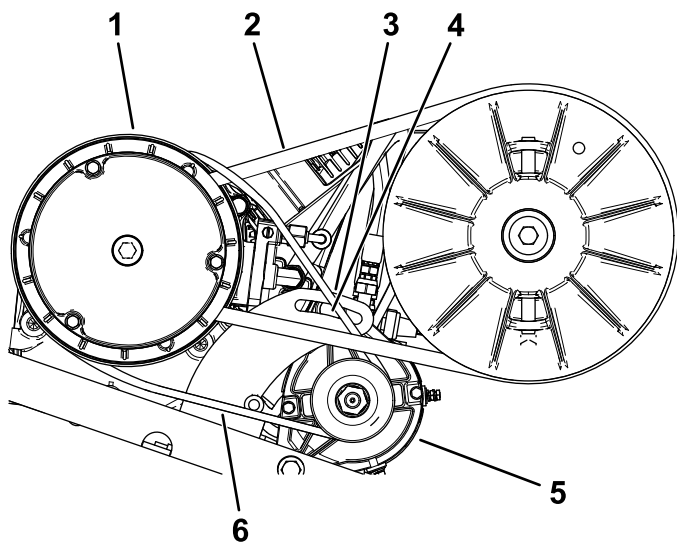

Bild 68
2. Lösen Sie die Drehmutter für den Startergenerator (Bild 68).
4. Drücken Sie das Stemmeisen nach unten, um den Starter nach unten im Schlitz zu drehen, bis die Riemen Spannung nur eine Riemen durchbiegung von 6 mm erlaubt, wenn Sie eine Kraft von 44 N·m aufbringen (Bild 68).
5. Ziehen Sie die Drehmutter mit der Hand an und entfernen das Stemmeisen (Bild 68).